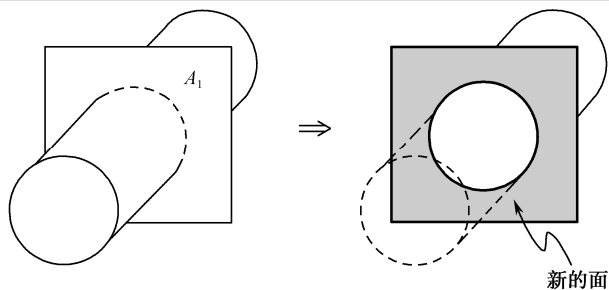

图 2-19 体分割面示意图
(7) 体分割面：产生新的面，其示意图如图 2-19 所示。